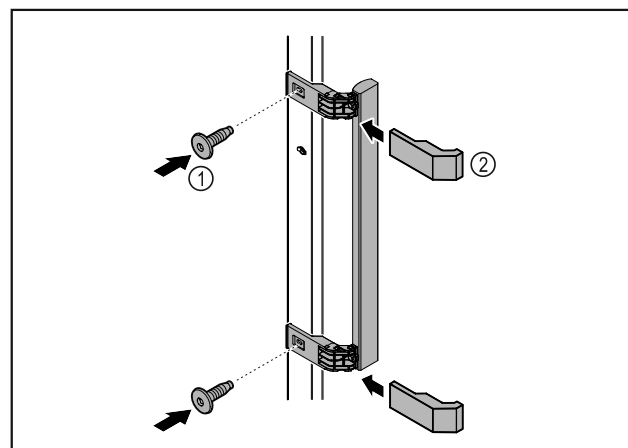

Fig. 8
- Montirajte ručku iz vrećice s priborom s pomoću priloženih vijaka Fig. 8 (1) na vrata.
- Postavite poklopac Fig. 8 (2).